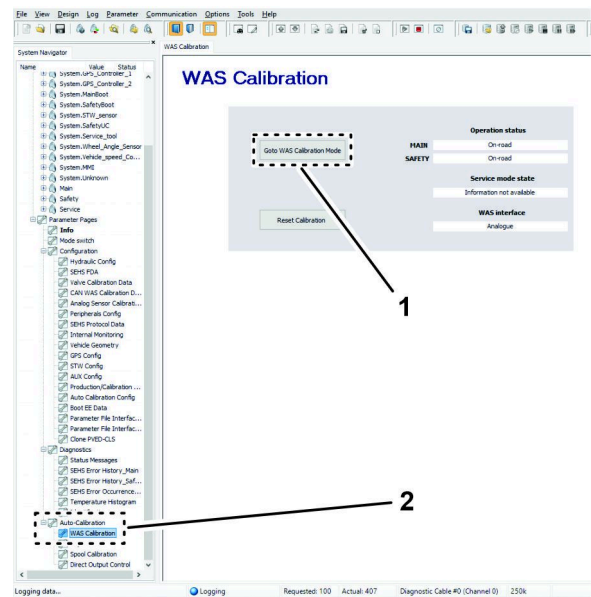

Bild 147
11. Klicken Sie auf das Symbol WAS CALIBRATION [WAS-Kalibrierung] (Bild 147).
2. Klicken Sie auf dem Bildschirm WAS CALIBRATION [WAS-Kalibrierung] auf das Symbol GOTO WAS CALIBRATION MODE [Gehe zu WAS-Kalibrierungsmodus] (Bild 147).
10. Navigieren Sie auf der Registerkarte „System Navigator“ zum Verzeichnis AUTO CALIBRATION [Auto-Kalibrierung], und klicken Sie auf das + Symbol (Bild 147).